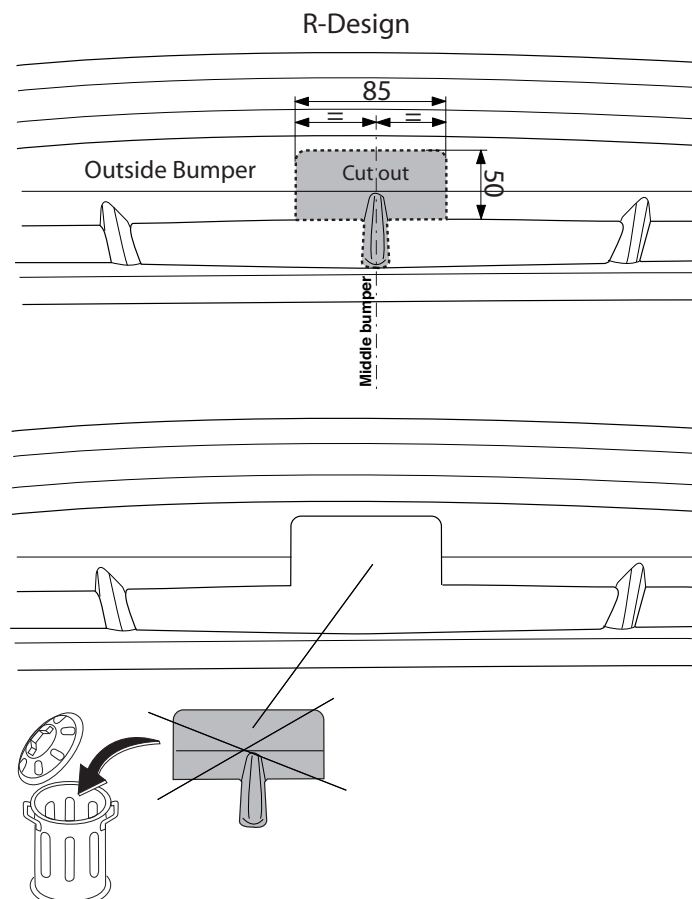

Fig.2
- 2a **V50 R-Design:** Saw a section out of the middle of the underside of the bumper as shown in fig 2.
- 8 Drill holes A and B to 6 mm. See figure 2.
- V50 R-Design:** Auf der Unterseite der Stoßstange einen Teil aus der Mitte gemäß Abbildung 2 herausschneiden.